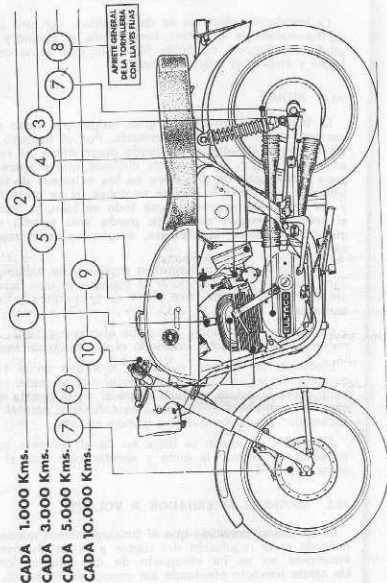

Fig. 12. — Esquema general del mantenimiento.
10.1. OPERACIONES MAS IMPORTANTES. (Ver fig. 12.)